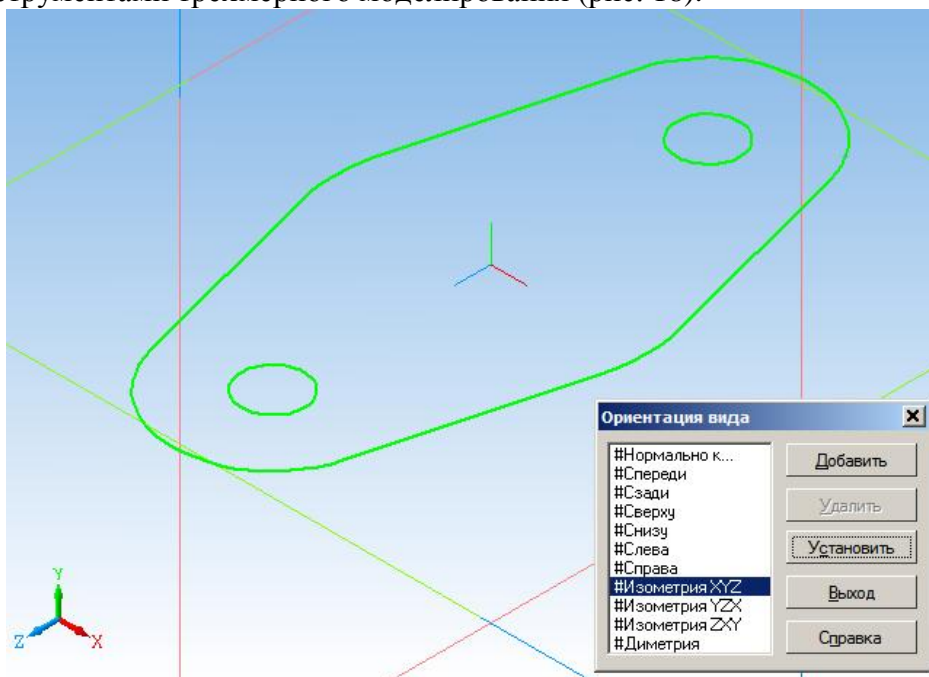

Рис. 18. Измените ориентацию модели на *#Изометрия XYZ*
22. На инструментальной панели, открытой из выпадающего меню Вид → Ориентация, установите *#Изометрия XYZ*, поскольку данный тип ориентации модели позволяет наиболее наглядно работать с инструментами трехмерного моделирования (рис. 18).